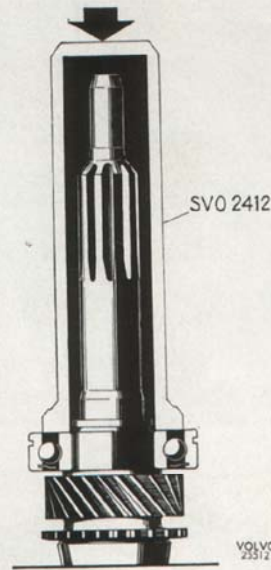

Bild 37. Montering av kullager på ingående axel.
4. Pressa lagret på ingående axeln med hjälp av dorn SVO 2412, se bild 37. Välj ut en låsring av lämplig tjocklek och montera den. Placera de 14 lagerrullarna för huvudaxeln på sin plats i ingående axeln. Använd fett så att rullarna blir sittande på sin plats. Pressa ingående axeln på sin plats i huset. Pressa tätningringen i locket med dorn SVO 2010.